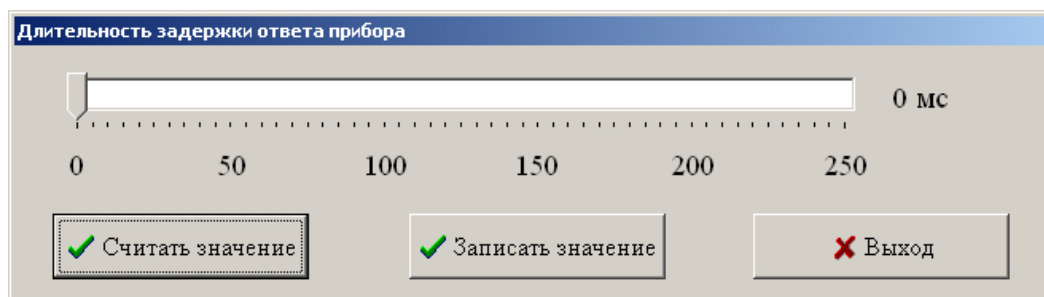

Рисунок 5.17 – Окно задания длительности задержки ответа прибора
5.1.2.15 Команда № 15: «15. **Задержка ответа прибора**» (рисунок 5.17). Команда может быть полезной в тех случаях, когда разрабатывается модуль сопряжения с прибором ДМ5002 для применения в системах АСУТП.